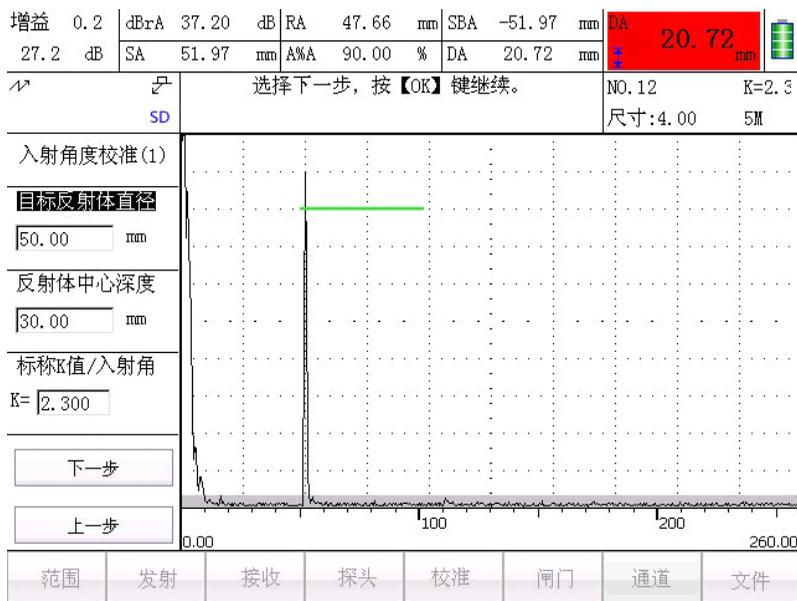

图 4.7 入射角校准（1）
- 5) 选择校准菜单，进入入射角度校准界面如图 4.7 所示，首先输入预置校准参数（此数值依据所测定的试块进行修改）：